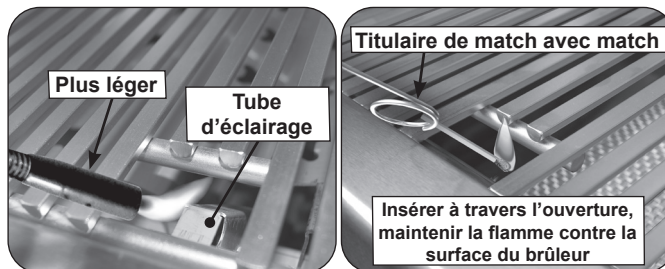

Fig. 32-2 Allumage manuel
4. Appuyez sur le bouton de commande souhaité et, tout en appuyant sur cette touche, tournez-le dans le sens inverse des aiguilles d'une montre jusqu'à la position **HI LIGHT** (Fig. 32-2). Une fois le brûleur allumé, relâchez le bouton.
2. Insérez soit un brûlant long baril briquet au butane, un match à longue tige de brûlure, ou une allumette en feu détenues par un titulaire d'extension de fil À travers les grilles de cuisson du brûleur (Fig. 32-2). Pour backburners, maintenez la flamme contre le matériau perforé de la veilleuse.